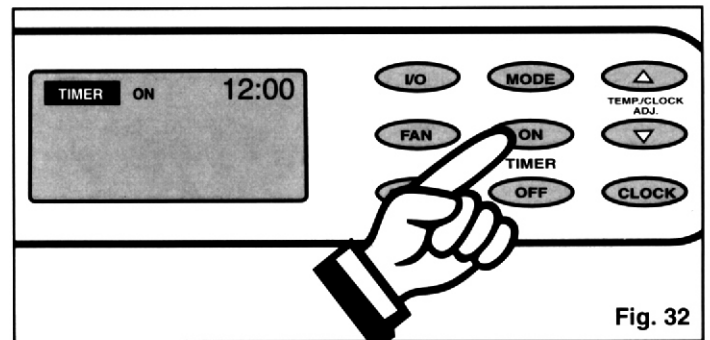
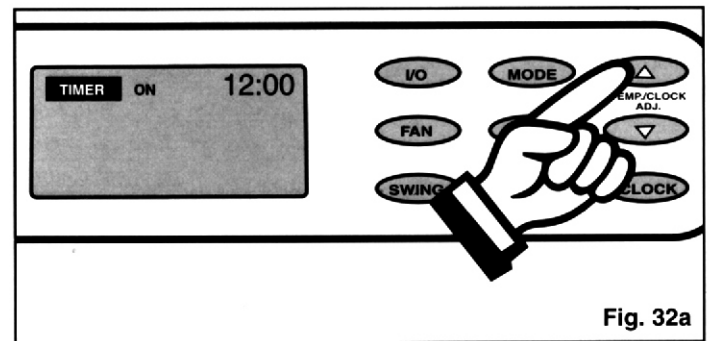

Fig. 32
Fig. 32a
*Fig. 32.* L'affichage indique **TIMER ON** et le mot **ON** clignote pendant 5 secondes. Appuyez sur la touche  $\triangle$  ou  $\nabla$  pour choisir l'heure de mise en marche du programme **AUTO-ON**. *Fig. 32a.*
- 1) Appuyez la touche **TIMER-ON** pour mettre en marche la séquence de minuterie **AUTO-ON**. (Fig. 32). L'affichage indique **TIMER-ON** et le mot **ON** clignote pendant 5 secondes. Appuyez sur les touches  ou  pour choisir l'heure de mise en marche **AUTO-ON** exigé. (Fig. 32a). Appuyez sur la touche **TIMER ON** pour initialiser la séquence de **MISE EN MARCHÉ AUTOMATIQUE**. Fig. 32.
- 2) Appuyez la touche **TIMER-ON** pour mettre en marche la séquence de minuterie **AUTO-ON**. (Fig. 33). L'affichage indique **TIMER-OFF** et le mot **OFF** clignote pendant 5 secondes. Appuyez sur les touches  ou  pour choisir l'heure de mise en marche **AUTO-OFF** exigé. (Fig. 32a).